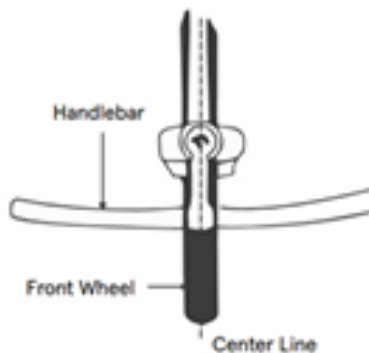

Fig. 4
2. Alignez la potence avec la roue avant. (Voir Fig. 4)